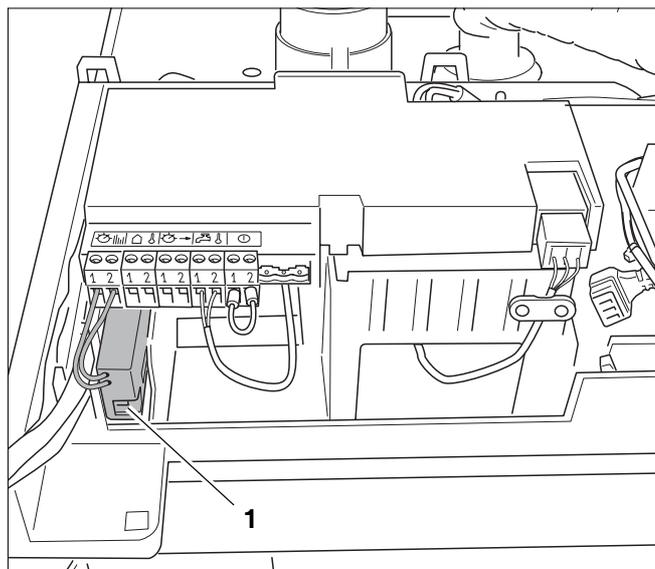

Fig. 29 Montare l'adattatore RCC
- Montare l'adattatore RCC (fig. 29).
- Aprire lo sportello di servizio premendolo, quindi rimuovere la copertura del Connettore Service (vedere fig. 29, pagina 32).